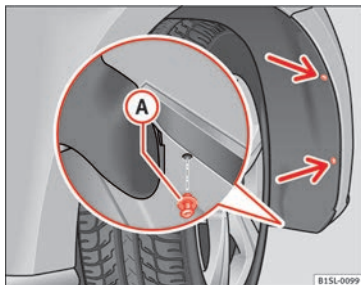

Fig. 147 Nel passaruota anteriore destro: estrarre le viti di fissaggio (freccie) e rimuovere il ribattino a espansione **A**.
1. Svitare 2 viti di fissaggio del rivestimento del passaruota » **fig. 147** (freccia) con il cacciavite degli attrezzi di bordo » pagina 183.
10. Collocare il ribattino a espansione nel rivestimento del passaruota e del paraurti e premerlo completamente » **fig. 147** **A**.
11. Avvitare con forza le due viti di fissaggio » **fig. 147** (freccie) con un cacciavite.